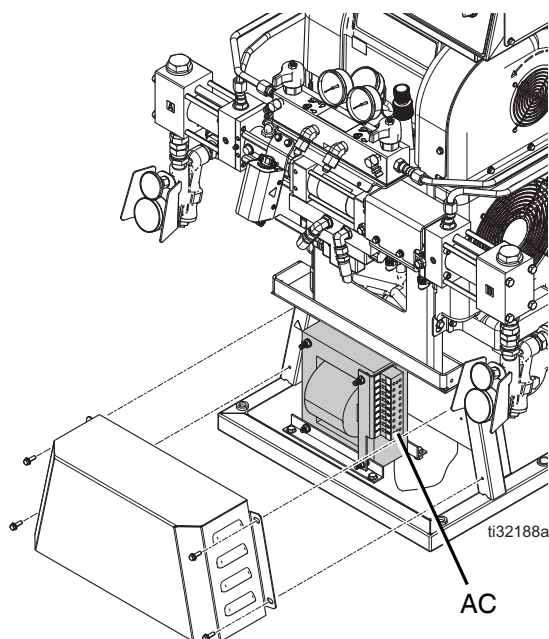

FIG. 13: Cache de protection du flexible
2. Enlever le couvercle du transformateur. Voir la FIG. 13.
4. Remettre le couvercle du transformateur. Voir la FIG. 13.